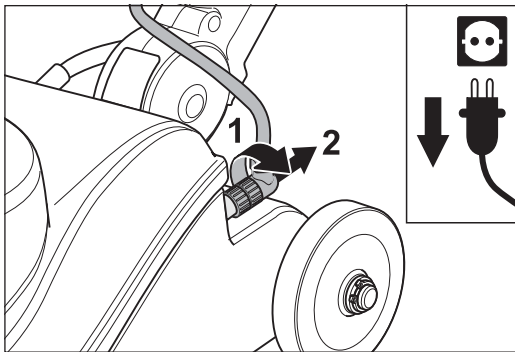

Fig. 28 Extraer la clavija del cable del mango de la carcasa de la máquina.
- 4 Extraiga la clavija del cable del mango girando la rosca de la clavija (fig. 28).